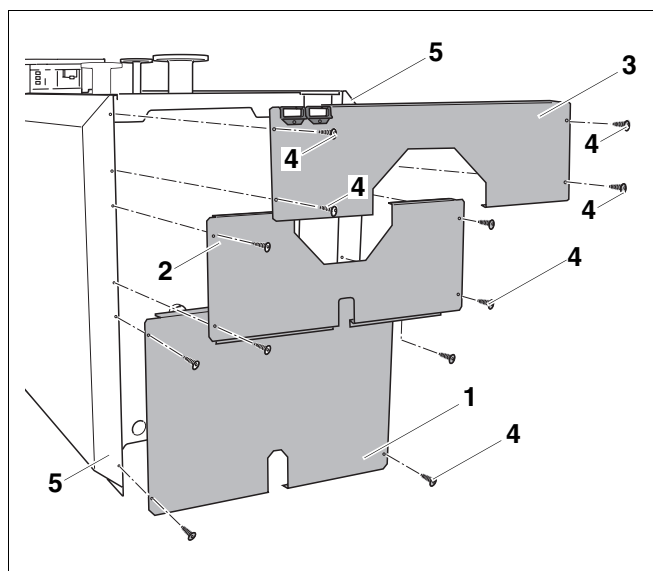

Рис. 36 Монтаж элементов задней стенки
- Закрепить нижний элемент задней стенки (рис. 36, **поз. 1**) 4 винтами (рис. 36, **поз. 4**) к нижним боковым стенкам (рис. 36, **поз. 5**).
- Установить средний элемент задней стенки (рис. 36, **поз. 2**) на нижний элемент задней стенки.
- Закрепить средний элемент задней стенки 4 винтами (рис. 36, **поз. 4**) к задним боковым стенкам (рис. 36, **поз. 5**).
- Установить верхний элемент задней стенки (рис. 36, **поз. 3**) с отбортовкой на средний элемент задней стенки (рис. 36, **поз. 2**) и задвинуть в вырезы боковых крышек котла.
- 2 винта (рис. 36, **поз. 4**) вставить сверху через задние стенки, задние боковые стенки, боковые траверсы и затянуть.
- Соединить внизу задние и боковые стенки 2 винтами (рис. 36, **поз. 4**).